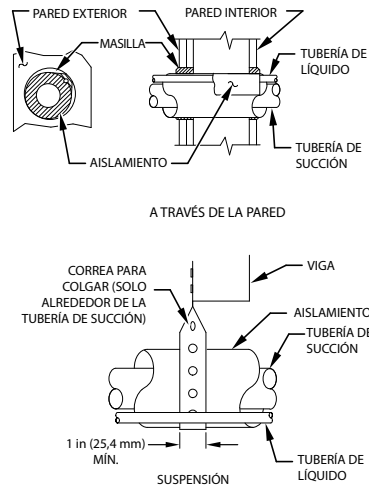

Fig. 1 – Instalación de la tubería de conexión
5. Al tender los tubos de refrigerante a través de la pared, selle la abertura con RTV u otro tipo de masilla de silicona flexible. (Consulte la Fig. 1).
7. No suspenda las tuberías de refrigerante en vigas ni travesaños con un cable o correa rígidos, en contacto directo con las tuberías (consulte la Fig. 1).
9. Si es necesario, use correas para colgar, que son de 1 in (25,4 mm) de ancho y se adaptan a la forma del aislamiento de la tubería. (Consulte la Fig. 1).